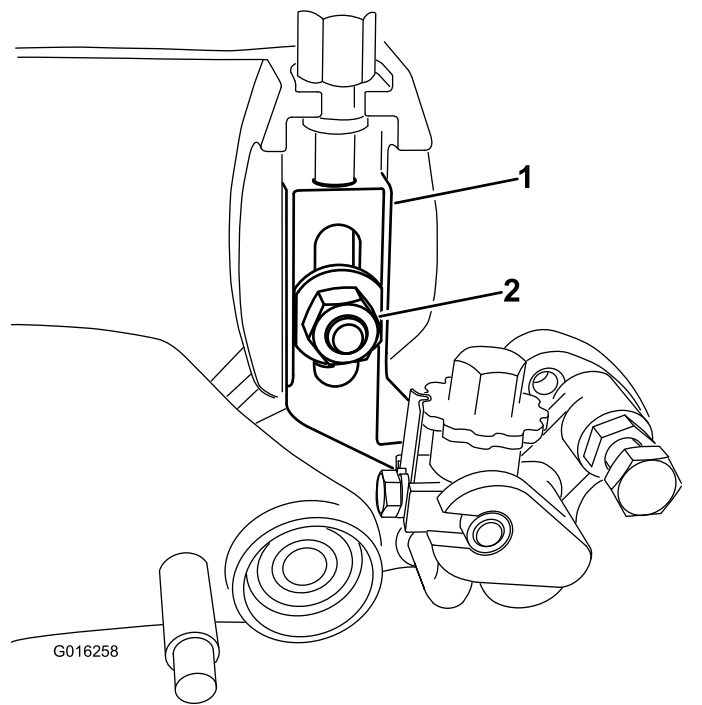

Bild 33
5. Entfernen Sie die Senkschraube, Mutter und Scheibe, mit denen der Schnitthöhenarm an der Seitenplatte befestigt ist (**Bild 33**).